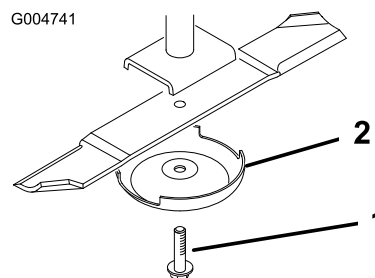

Figure 131
4. Tenez la lame par son extrémité avec un chiffon ou un gant épais et enlevez le boulon, la coupelle de protection et la lame de l'axe de pivot (Figure 131).